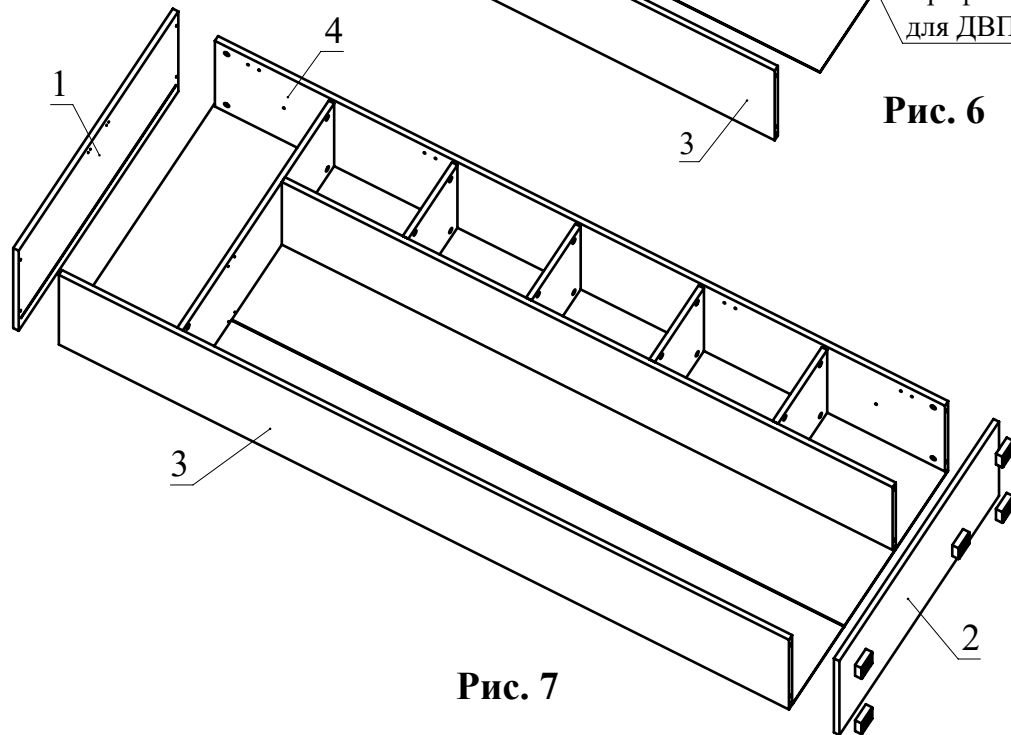

Рис. 7
7. Установите детали 1 и 2 на детали 3, 4 и затяните головки минификсов (Рис. 7).